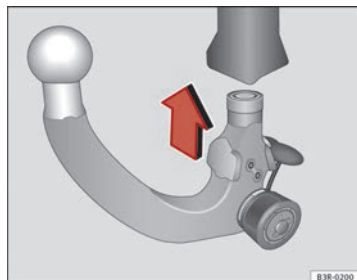

Abb. 159 Abnehmbare Anhängervorrichtung: Kugelstange einsetzen
- Führen Sie die vorgespannte Kugelstange in den Aufnahme-schacht ein und drücken Sie sie in Pfeilrichtung ⇒ Abb. 159 nach oben ⇒ Δ. Der Verriegelungsvorgang erfolgt automatisch. Dabei muss ein deutliches Einrastgeräusch hörbar sein.